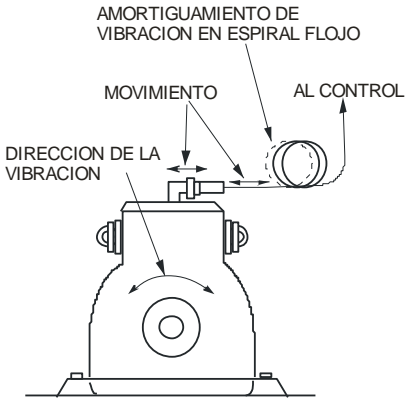

Figura 2: SEC99 Arreglo de Espiral Floja para Amortiguamiento
- A menudo las vibraciones perjudiciales pueden ser amortiguadas con un arreglo de espiral flojo. Ver Figura 2.